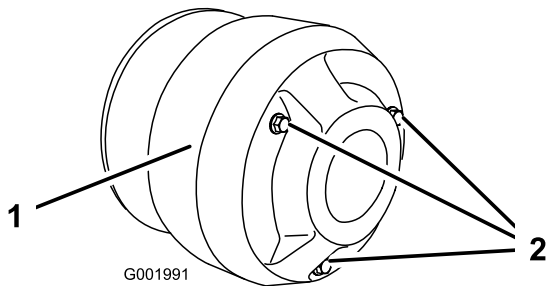

Bild 55
- Entfernen Sie die drei Schrauben, mit denen die Abdeckung an der Kupplung befestigt ist und nehmen Sie die Abdeckung ab (Bild 55).